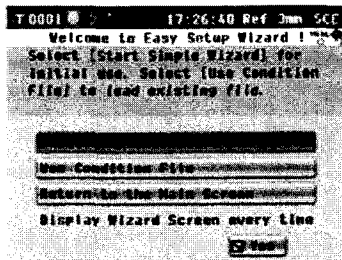

Рисунок 7
8.2.2.1 После включения спектрофотометра на экране появится надпись «Welcome to Easy Setup Wizard!» (рисунок 7). Следуйте инструкции на экране. Используйте кнопку